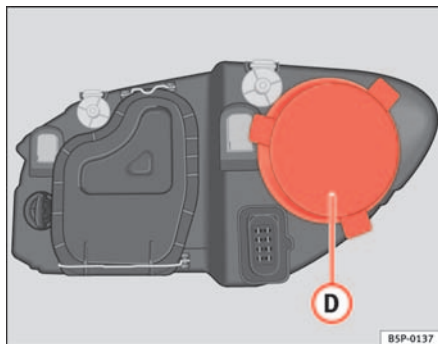

Abb. 186 Standlicht
- Den Deckel ⇒ Abb. 186 **D** abziehen.